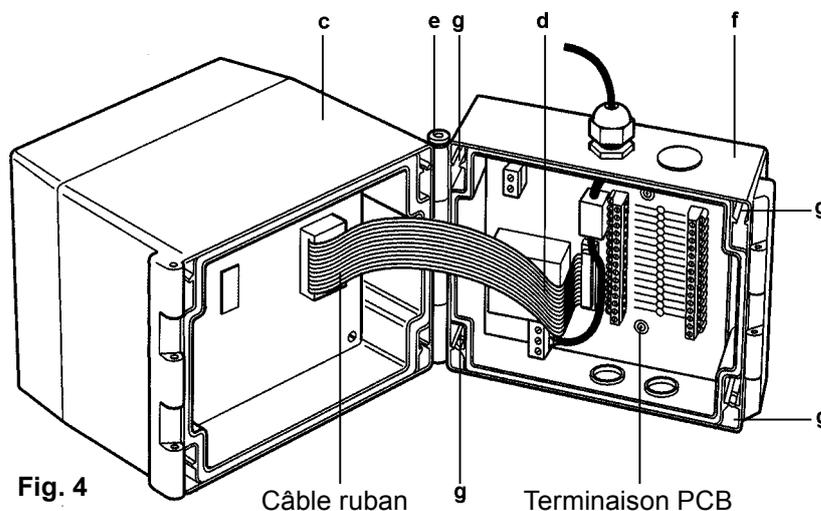

Fig. 4
3. Ouvrir le panneau frontal 'c' (Fig. 4).
7. La partie arrière 'f' est fixée sur un mur à l'aide des 4 vis 'g' (Fig.4).